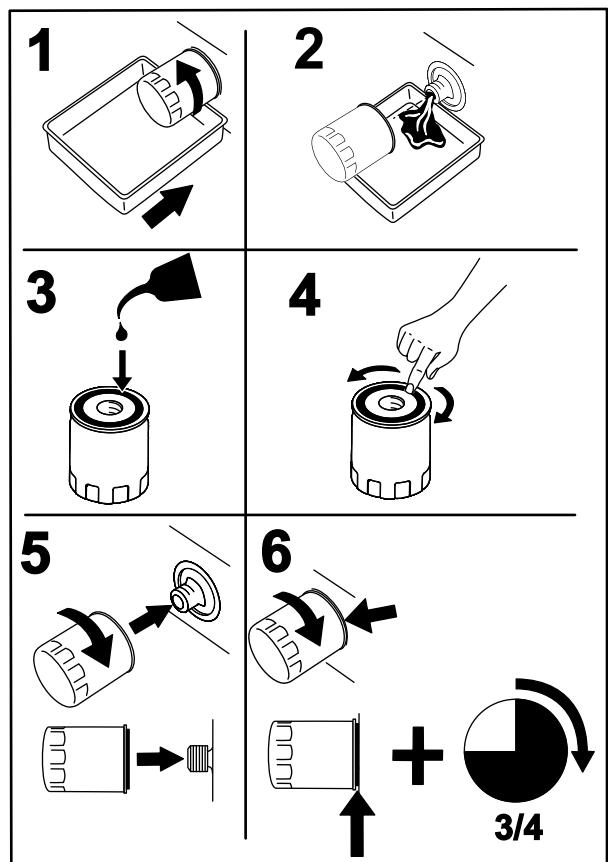

Figure 76
8. Placez un bac de vidange sous le filtre de collecteur (Figure 76).